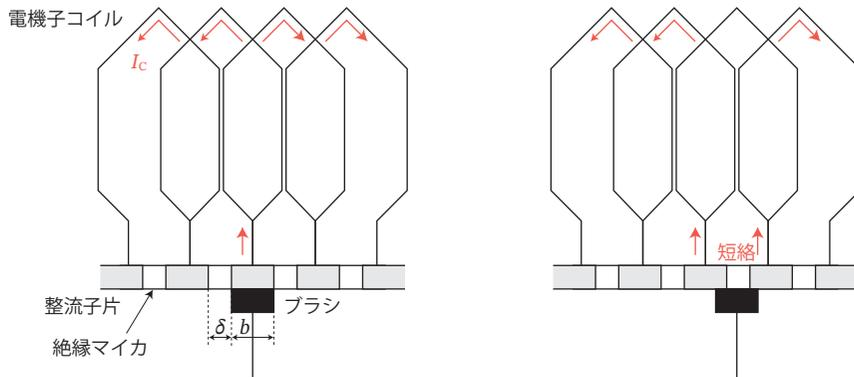

図 1-8 整流子の切り換え
(1) 電機子が回転すると、隣り合った2つの整流子片が図 1-8 右のようにブラシで短絡される状態が生じ、コイル電流 I_c は方向を反転します。 → (二)
(2) 図 1-8 において、ブラシが整流子片に接触している部分の長さは、ブラシの幅 b から絶縁マイカの厚さ δ を差し引いた $(b - \delta)$ になります。そして、整流時間 T_c は、接触している部分の長さ $(b - \delta)$ を整流子の周辺速度 v_c で割ることで求めることができ、